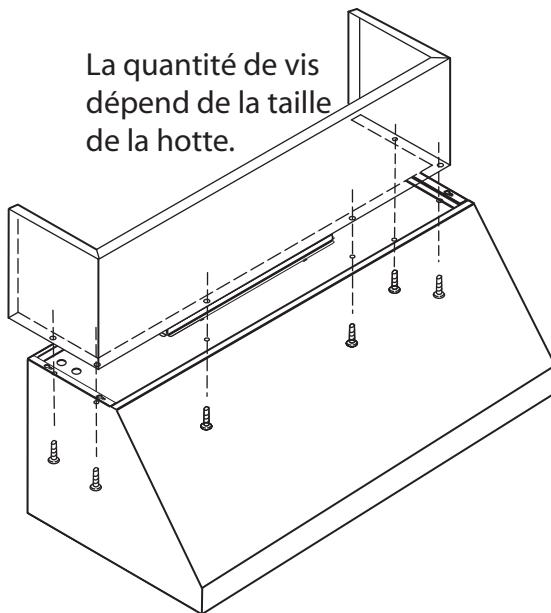

Figure 14 : Fixation du ou des recouvrements de conduit
Un recouvrement de conduit, vendu séparément, est disponible pour couvrir l'espace entre le haut de la hotte et le plafond (voir la *Figure 14*).
Pour les installations murales, un recouvrement de conduit optionnel, illustré sur la *Figure 14*, peut être utilisé pour remplir l'espace entre la hotte et le plafond. Des recouvrements d'une hauteur de 6 po (152 mm) et 12 po (305 mm) sont disponibles et peuvent être commandés séparément (voir la section « Accessoires disponibles » à la page 4).
2. Fixez le(s) recouvrement(s) de conduit à la hotte à l'aide des vis à tôle, comme illustré sur la *Figure 14*.